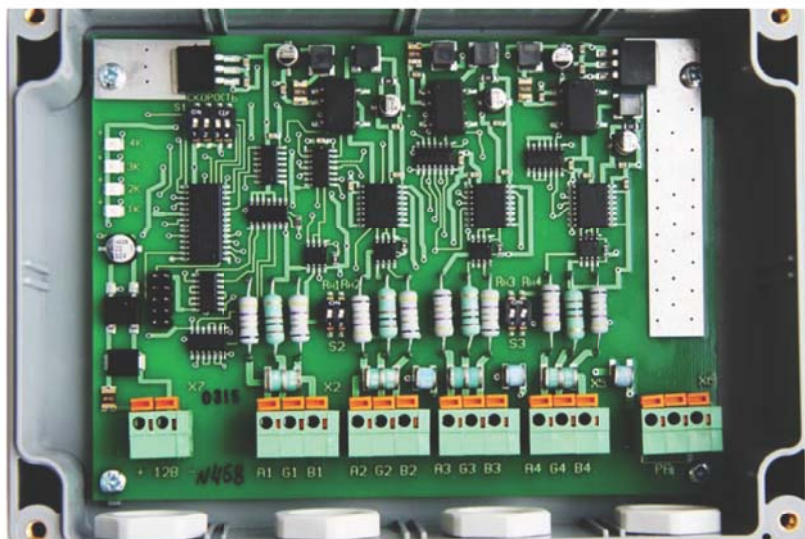

Рис.1. Общий вид платы ПРТ-1/3
1.Общий вид платы ПРТ-1/3 показан на рис.1.